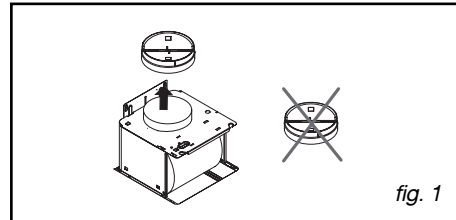

fig. 1
(fig. 1)
– Trace una marca horizontal a una distancia mínima de 70 cm de la zona de cocción. (A/fig.1).
– Trace una raya vertical (B/fig.1) en la pared, centrada con respecto a la placa de cocción y que baje desde el techo hasta la marca horizontal precedente (A).
– Corte la plantilla de perforación siguiendo las marcas indicadas para obtener 2 partes, C1 y C2 (fig.1).
– Coloque la plantilla C2 (fig.1) contra la pared, superponiendo la marca que representa el eje de la campana sobre la raya vertical B (fig.1) antes trazada.
– Coloque la plantilla C1 (fig.1) contra la pared, haciendo tope contra el techo.
– Atornille los dos tornillos de la parte superior de la campana (D/fig.1) dejando sobrepasar 5 mm.
– Fije contra la pared, con los dos tornillos, el soporte metálico de la chimenea, apoyándolo contra el techo (fig.1).
– Quite la válvula de retención (fig.1).